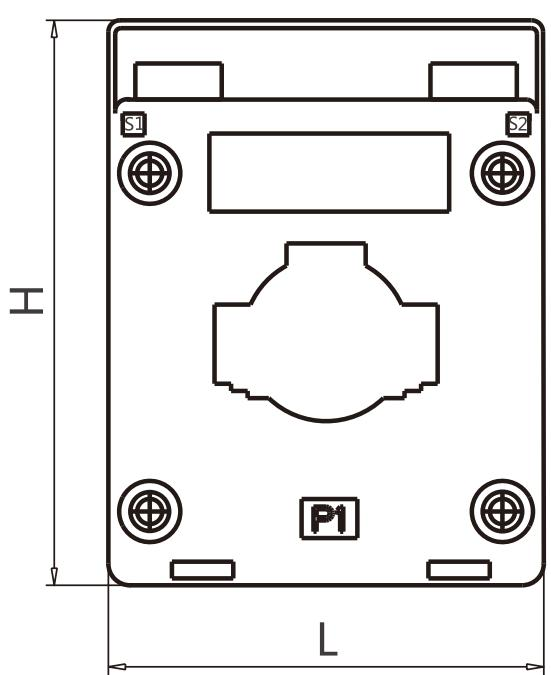
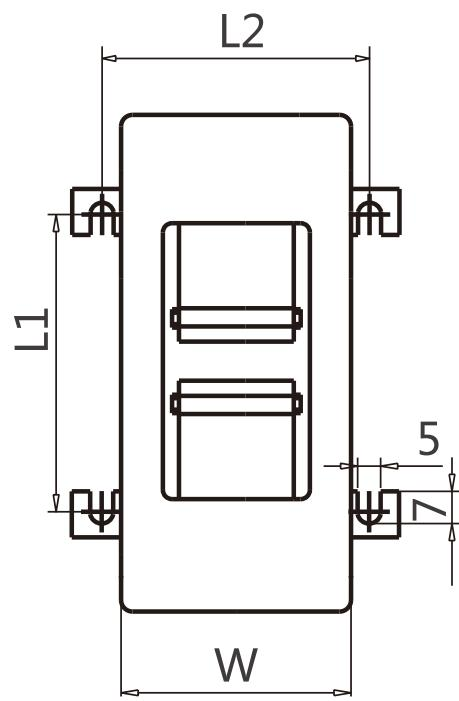
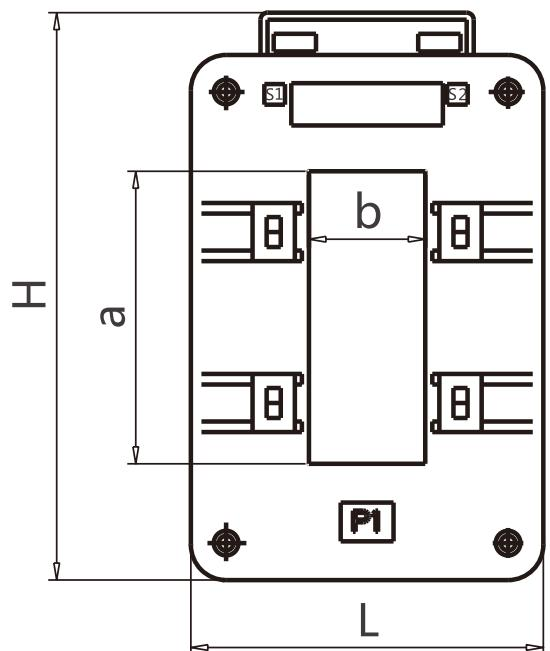

图1：(30~50)型
图2：(30~50)型
图3：(60~130)型
4.1 字母含义见图1、图2、图3、图4，尺寸见表1。
4.2 LMK5-0.66系列窗孔尺寸见图A~C和图3。